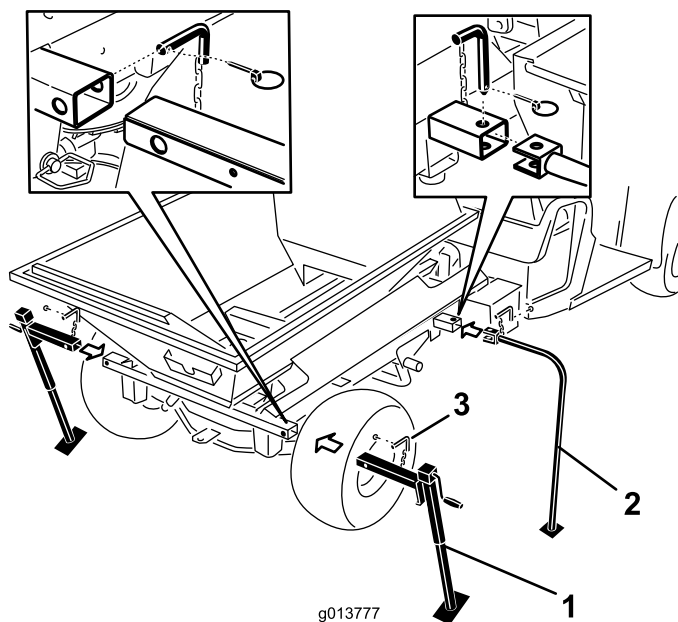

Figure 42
7. Insérez les pieds de rangement avant et les béquilles arrière dans les tubes du ProPass et fixez-les avec les goupilles de blocage (Figure 42).